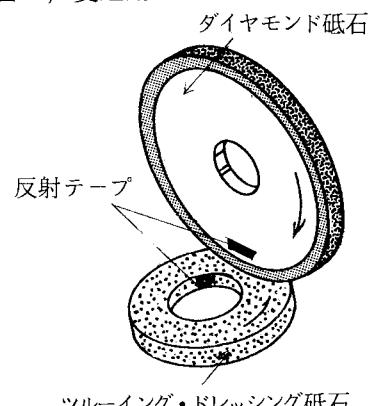

図2-9 回転数検出用の反射テープを貼る
- ① ダイヤモンド砥石の側面、ツルーライング砥石の内側に回転数検出用の反射テープを貼る(図2-9)。